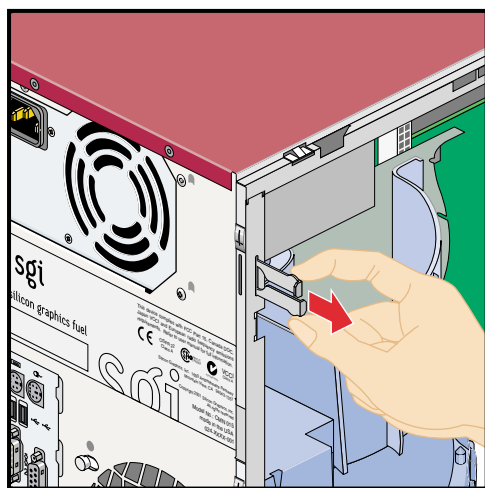

図 4-29 格納位置からの施錠穴の取外し
施錠穴を使用することにより、ワークステーションのケースをロックして、内部コンポーネントが取外されたり、改変されるのを防止できます。施錠穴は、ワークステーションのサイド・パネルの背面にあります（図 4-29 を参照してください）。施錠穴はシャーシ内のスロットに格納されており、使用するにはロック・スロットに取付ける必要があります。
2. 施錠穴の格納スロットの場所を確認します。続いて、2 つのフックを同時に押付けて施錠穴をシャーシから引出し、施錠穴を格納位置から取出します。図 4-29 を参照してください。